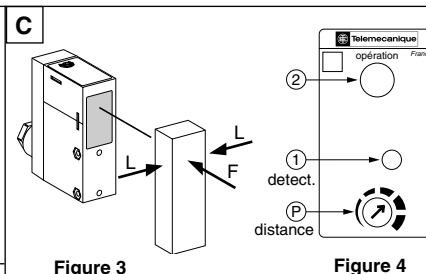

Figure 3
De façon à assurer un fonctionnement optimum, respecter les sens possibles d'approche des objets, latéral (L) et frontal (F) (figure 3).
In order to ensure optimum operation it is important to maintain the correct orientation of approaching objects (figure 3).
- Zur Sicherstellung einer optimalen Funktion ist die richtige Stellung des Gegenstandes zum Gerät zu berücksichtigen : seitlich (L) oder frontal (F) (Abb.3).